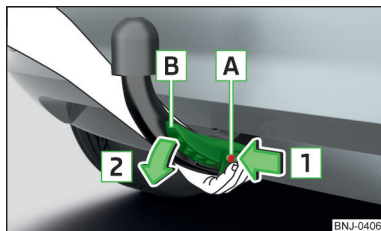

Fig. 241
- Prindeți tija cuplei din partea de jos » fig. 241.